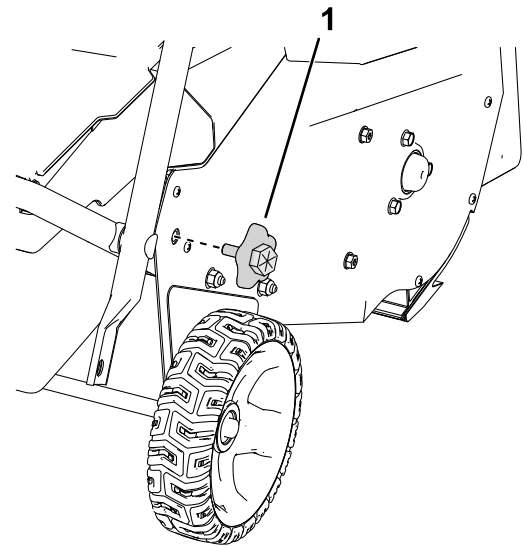

Figura 5
4. Rimuovete le manopole della stegola inferiore da entrambi i lati della macchina (Figura 5).